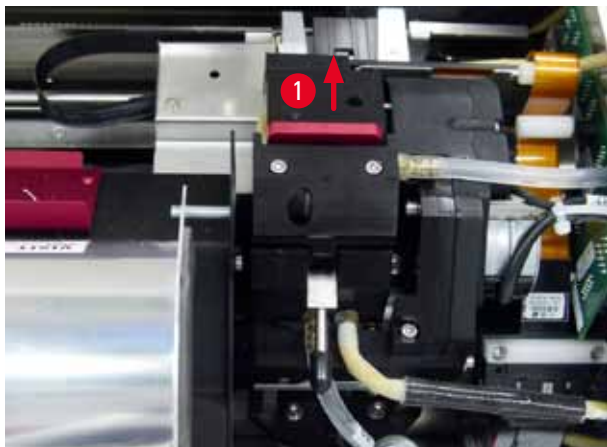

Fig. 49
2. Skrivarhuvudet (→ "Fig. 49-1") förflyttas uppåt och stannar cirka 1 cm från tätningsläppen (→ "Fig. 49").